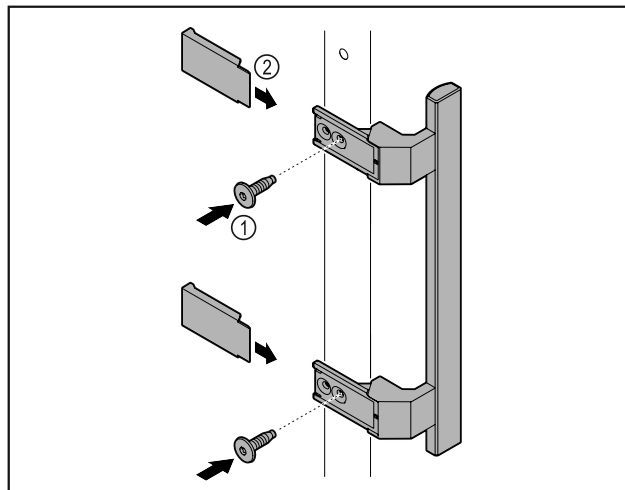

Fig. 2
- ▶ Colocar en la puerta el tirador del kit de accesorios con los tornillos incluidos Fig. 2 (1).
- ▶ Colocar la cubierta Fig. 2 (2).